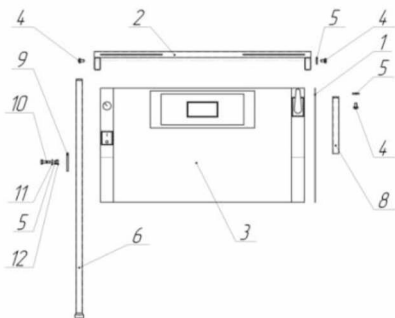

Рисунок 2
5.2 Возьмите боковину поз.1 и вставьте её между основанием поз.2 и вытяжным модулем поз.3 и соедините болтами поз.4 при помощи шайб поз.5 (см. Рисунок 2). Затем возьмите стойки поз.6, поз.7(условно не показана) и поз.8 и прикрепите их при помощи болтов поз.4 и шайб поз.5 к основанию поз.2 (см. Рисунок 2). Для лучшей фиксации стойки поз.6 присоедините её к вытяжному модулю поз.3 через планку поз.9 при помощи болта поз.10, шайб поз. 5, поз.11, и гайки поз. 12.